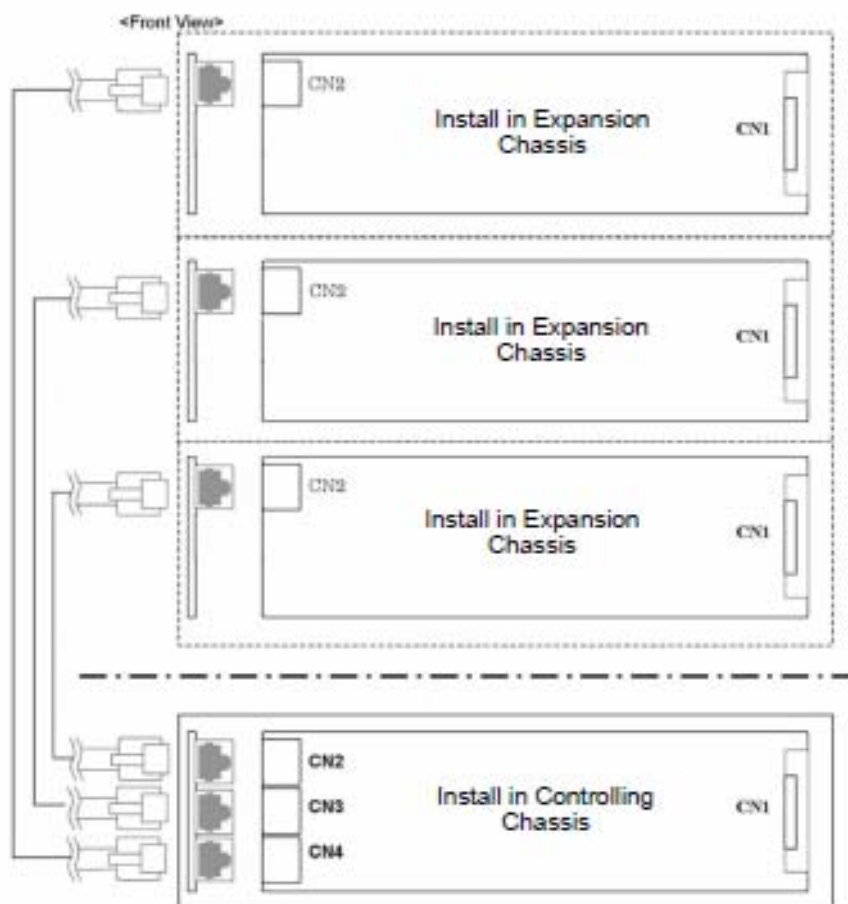

图 3-42 系统扩展连接
2. 使用 NEC 提供的 CAT5 直缆线，一端连接扩展机柜 PZ-BS11 板卡上的 CN2 连接器（参考“图 3-42”）。另一端连接主控机柜 PZ-BS10 板卡上的 CN2, CN3 或 CN4 连接器。